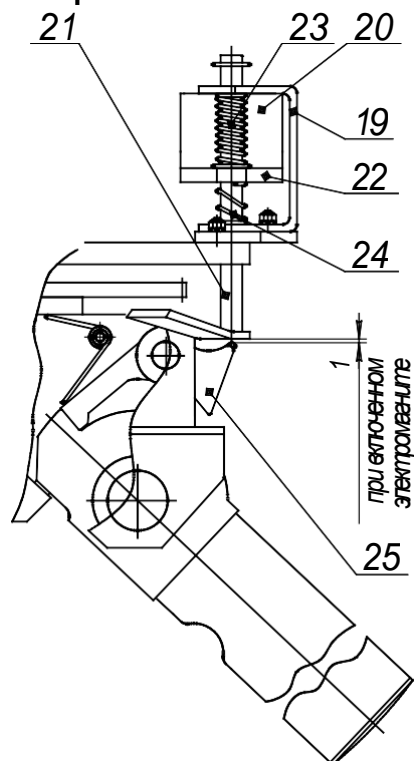

Рис.5
Устройство «Антипаника» (см. рис.5) состоит из каркаса (19) с закрепленным на нем электромагнитом (20), толкателя (21), якоря (22) и пружин (23 и 24). Толкатель представляет собой П-образную рамку, состоящую из двух направляющих и упора. Направляющие толкателя проходят через отверстия каркаса и якоря, обеспечивая тем самым возможность поступательного перемещения толкателя и якоря относительно электромагнита и друг относительно друга. Необходимые динамические характеристики относительно движения обеспечиваются возвратными и компенсирующими пружинами. Диапазоны перемещений толкателя относительно каркаса и якоря относительно толкателя ограничиваются упорными шайбами.
5.3 Блок управления турникетом (БУТ-НП) представляет собой плату, установленную на монтажных стойках непосредственно в корпусе турникета. При необходимости БУТ-НП может быть помещен в защитный пластмассовый корпус. Подключение индикаторов прохода, пульта управления и источника питания к блоку управления производится с помощью кабелей в соответствии со схемой подключения (Рис.5,6).